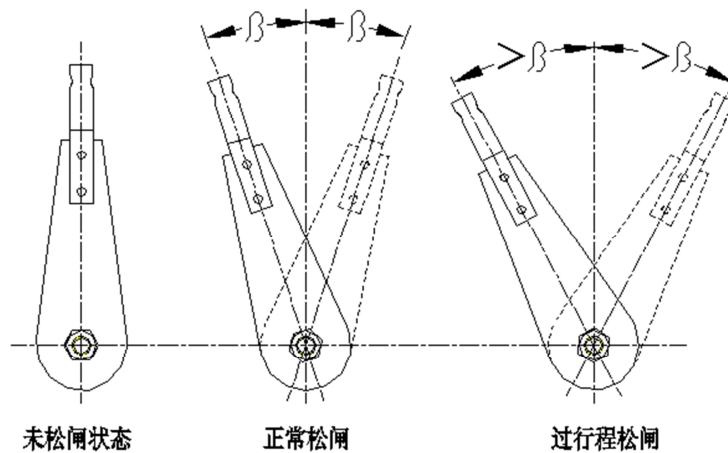

图 19 松闸角度示意图
- 使用松闸时，制动器松闸扳手旋转角度 $\beta \leq 18^\circ$ 见(图 19)。